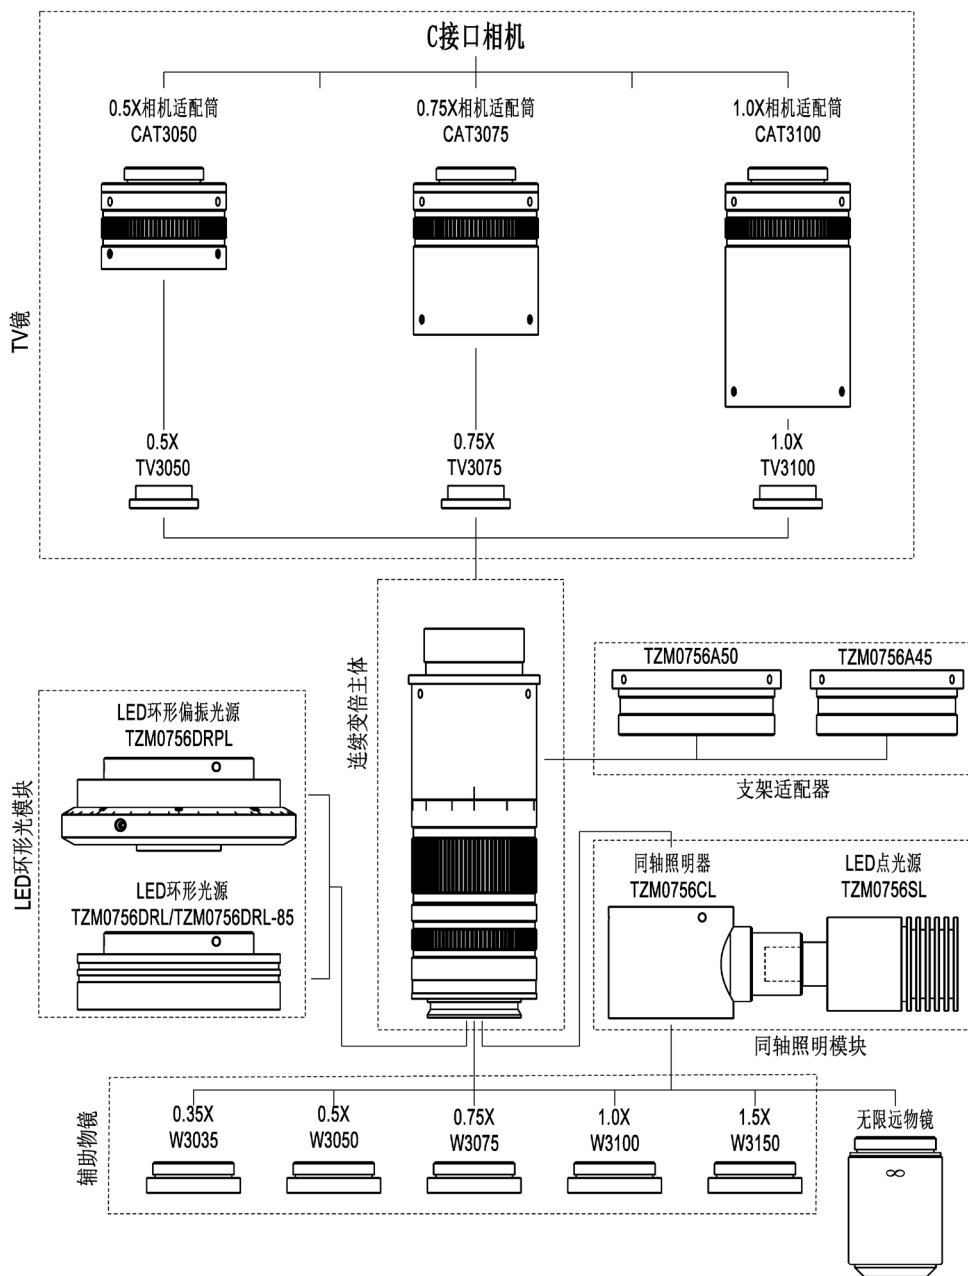

图 12 TZM0460 系列 MZO 的五大模块配置图
**TZM0460** 系列 MZO 五大模块配置图如图 12 所示，用户可以直接根据下图配置自己需要的 **TZM0460** MZO。**TZM0460** 系列 MZO 搭配相机模块（可选）即可组成数码用连续变倍显微镜系统。